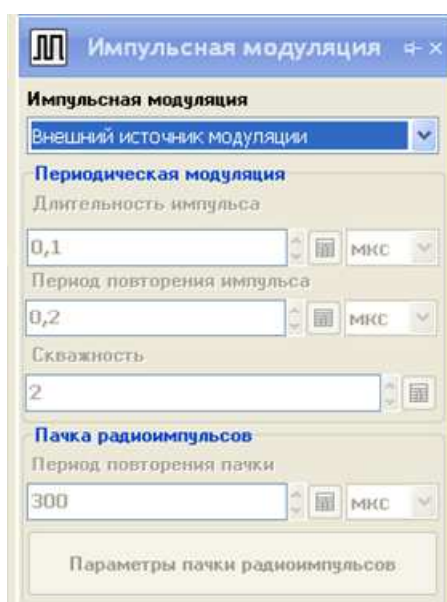

Рисунок 3.12 – Вкладка «Импульсная модуляция»
- выбрать режим импульсной модуляции «Внешний источник модуляции» в выпадающем меню «Импульсная модуляция» вкладки «Импульсная модуляция» (рис. 3.12);